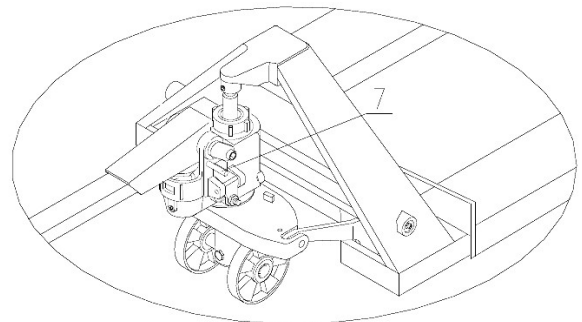

Abb. 8: Sicherungsstift
Schritt 6: Setzen Sie den Handgriff in waagerechte Position und entfernen Sie den Stift (7, Abb. 8). Bewahren Sie den Stift (7, Abb. 8) für den nächsten Gebrauch sorgfältig auf.